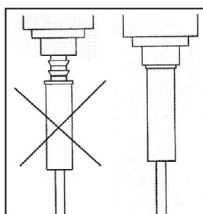

Abb. 1
2. Den/die Konnekter/en A und B für die Abgabe des Sauerstoffs an den/die Durchflussmesser (siehe Abb. 1) anschließen. Den einwandfreien Anschluss der Schläuche prüfen, bevor die Abgabe der Therapiegase gestartet wird.